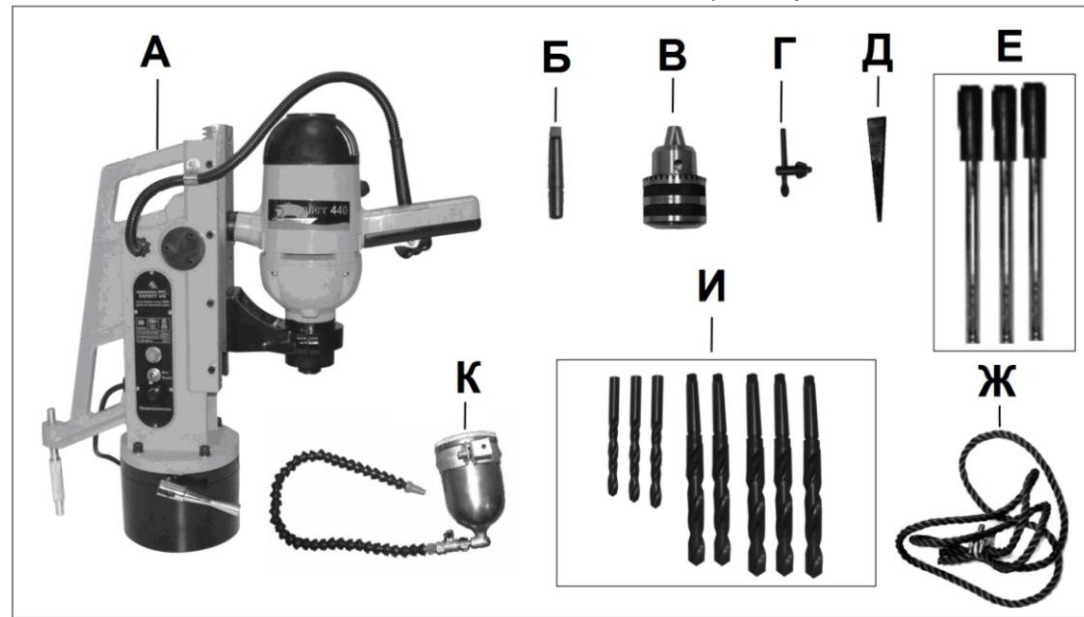

Рис. 1
3. КОМПЛЕКТНОСТЬ СТАНКА (Рис. 1)